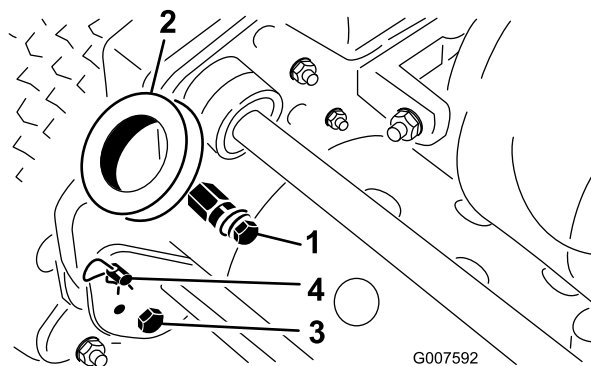

Figura 2
1. Retire os parafusos e porcas de bloqueio da parte inferior dos braços do manípulo de cada lado do cortador (Figura 2).
2. Retire os pinos de segurança e ganchos de anel que prendem os braços do manípulo para a parte posterior do chassis (Figura 2).
3. Insira as extremidades do manípulo através dos orifícios nos braços do manípulo e alinhe os furos com os pinos de montagem (Figura 2).
1. Retire o pino de segurança do gancho de anel em cada lado do cortador (Figura 2).
2. Enquanto segurar no manípulo, retire o gancho de anel de cada lado e suba ou desça o manípulo até o colocar na posição desejada para a sua utilização (Figura 2).